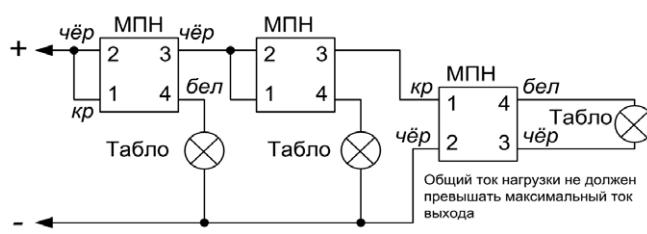

Рисунок 7. Схема подключения нескольких световых табло или сирен к одному выходу блока
- Несколько исполнительных устройств подключаются к одному выходу блока по схеме, приведенной на рис. 7.